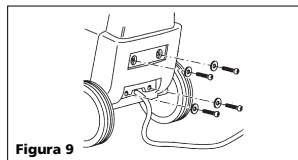

Figura 9
10. Conecte el mango negro con los tornillos y arandelas incluidos (Figura 9).